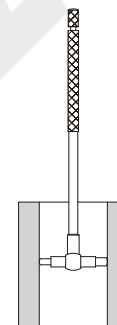
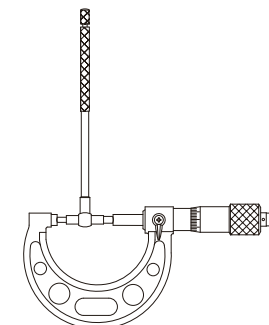

Fig.1
Fig.2
---Seleccione el calibre telescópico del tamaño adecuado, gire el tornillo de bloqueo en el sentido contrario a las agujas del reloj, presione la sonda para retraer la T y, a continuación, gire el tornillo de bloqueo en el sentido de las agujas del reloj, introduzca el calibre telescópico en el orificio o la ranura que desee medir (Fig.1), gire el tornillo de bloqueo en el sentido contrario a las agujas del reloj, la sonda telescópica toca la pared del orificio o la ranura y, a continuación, gire el tornillo de bloqueo en el sentido de las agujas del reloj, retire el calibre y, a continuación, utilice un calibre o un micrómetro para medir las dimensiones entre las superficies de medición de dos sondas telescópicas (Fig.2), es decir, el orificio. Diámetro interior o anchura de la ranura